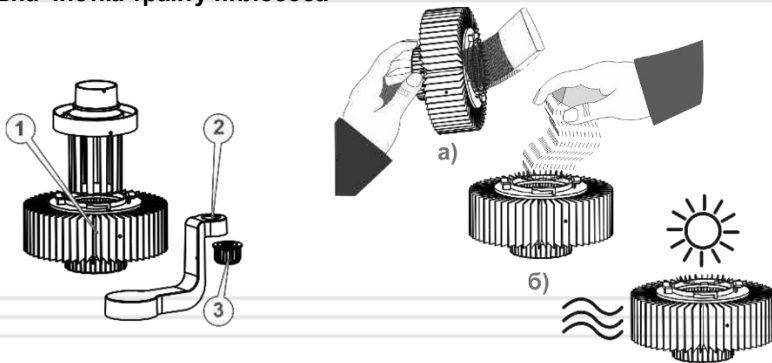

Рисунок 7. Чищення контейнера/фільтра із розбиранням.
Часткове очищення фільтра HEPA можливо виконати не припиняючи роботу за допомогою важеля скидання пилу (1, рис. 7), на верхній частині корпусу.
2. Демонтуйте систему скидання пилу, викрутивши гайку (3, рис. 7) проти годинникової стрілки та від'єднайте кронштейн (2, рис. 7).
3. Зніміть фільтр НЕРА (1, рис. 7), викрутивши його за годинниковою стрілкою. Під ним розташований поролоновий фільтр, його також втягніть.
4. Вичистіть фільтр НЕРА м'якою щіткою (рис. 7, а).
5. Промийте обидва фільтри проточною водою (рис. 7, б).